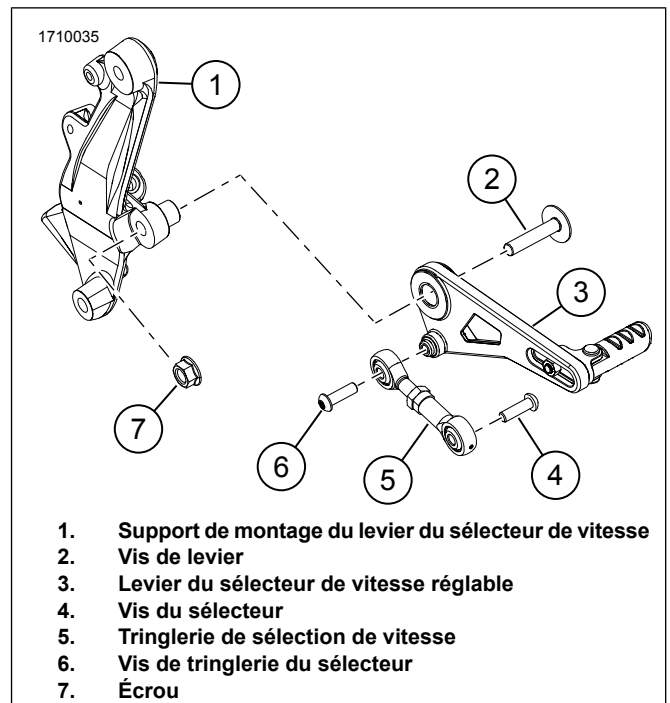

Figure 3. Levier du sélecteur de vitesse réglable
1. Voir la figure 3. Installer la tringlerie de sélection de vitesse (5) et la vis de la tringlerie de sélection de vitesse (6) sur le levier du sélecteur de vitesse réglable (3). Serrer.